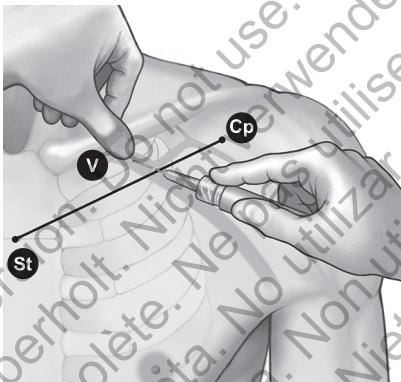

Figura 6. Posición del pulgar y del punto de entrada de la aguja
4. Oprima con el pulgar sobre el dedo índice y proyectelo 1-2 centímetros por debajo de la clavícula para proteger el músculo subclavio de la aguja (cuando exista hipertrofia del músculo pectoral, el pulgar deberá proyectarse unos 2 centímetros por debajo de la clavícula, ya que el músculo subclavio estará también hipertrofiado) (Figura 6 en la página 19).